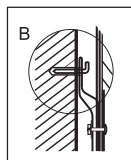

Рис. 7
2. Определите точки для отверстий под распорные болты с крюками (определяются в соответствии со спецификацией прибора, который вы выбрали). Просверлите в стене два отверстия соответствующей глубины с использованием сверла, подходящего по размеру под распорные болты, прилагаемые к водонагревателю, вставьте винты, поверните крюк вверх, плотно затяните гайки и затем повесьте электрический водонагреватель на эти крюки (см. Рис. 7).